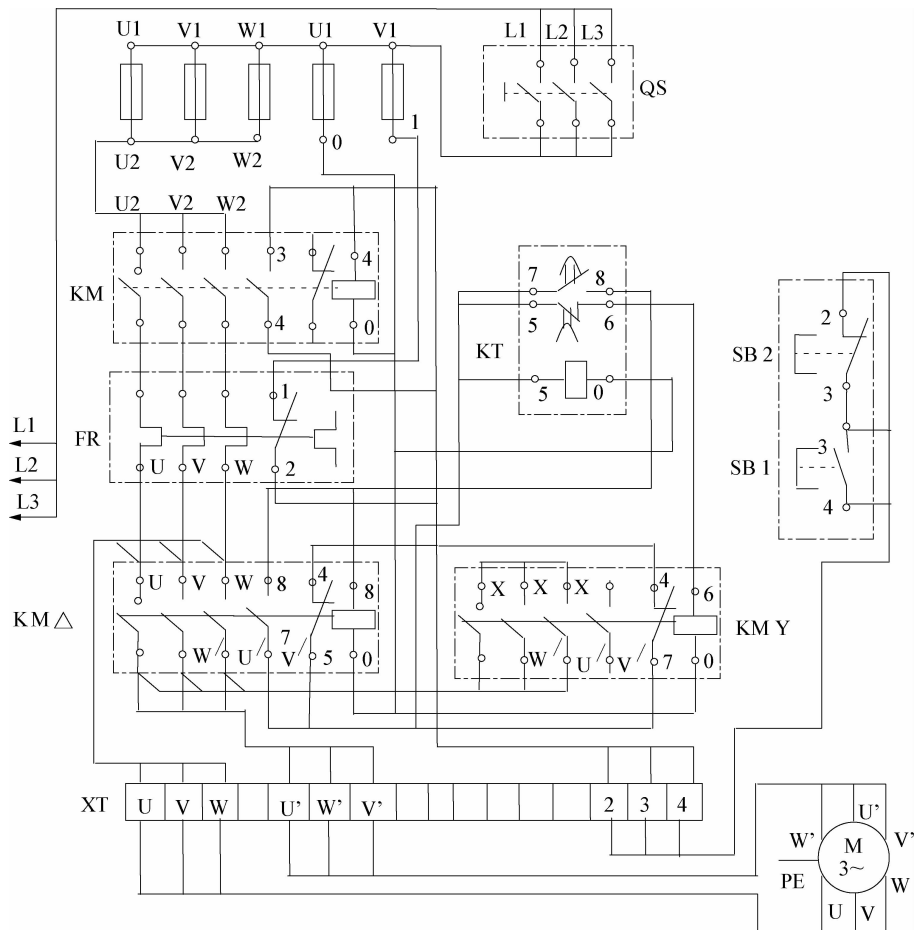

图 2-10 星形-三角形的降压启动控制电气安装接线图
(1) 布线时以接触器为中心,由里往外、由低至高,先电源电路,再控制电路,后主电路进行,以不妨碍后续布线为原则。
(2) 接线图如图 2-10 所示。